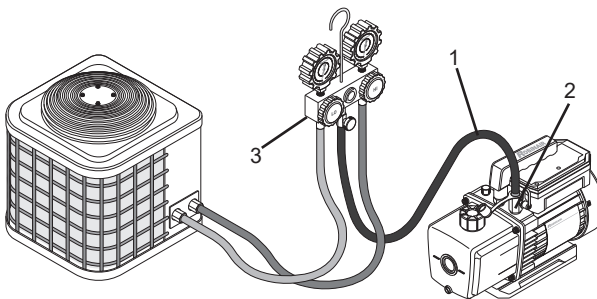

Abbildung 6
3. Verbinden Sie einen Kältemittel-Serviceschlauch (1) mit dem Vakuumpumpeneinlass (2) und dem Verteiler-Manometer-Set (3) (siehe Abbildung 6).
4. Schließen Sie den hoch- und den niederdruckseitigen Serviceschlauch an die jeweiligen Serviceanschlüsse der Klima- und Kühlanlage an (siehe Abbildung 6).
1. Schließen Sie die Mehrwegeventile zwischen der Pumpe und der Anlage (siehe Abbildung 6).
2. Entfernen Sie den Schlauch vom Pumpeneinlass (2) (siehe Abbildung 6).
4. Verschließen Sie die Einlassöffnung, um zu verhindern, dass Verunreinigungen oder lose Partikel in die Öffnung (2) gelangen (siehe Abbildung 6).